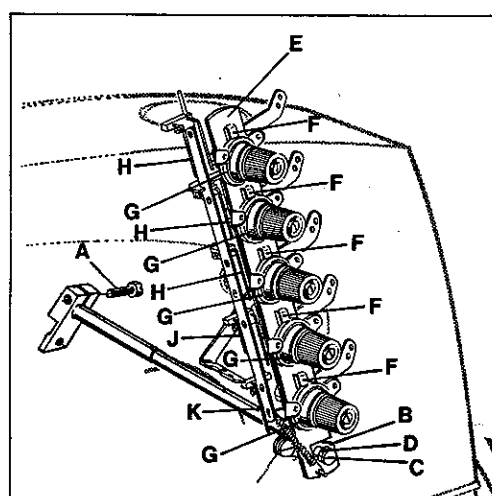

Fig. 60
5.1 Loosen screw (A, Fig. 60) in the tension release lever on the back of the machine and set lever (B) of tension release lever shaft horizontal. Retighten screw (A).
5.2 Loosen screw (C, Fig. 60) and set the tension disc separator (E) by turning eccentric (D) so that the separators (F) are as close as possible to the tension discs (G) without touching them. Retighten screw (C). The tension discs must open as soon as the cutting process starts. The tension disc separator should move freely between the tension discs without binding.
5.1 Lösen Sie die Schraube (A, Fig. 60) im Spannungsauslösehebel auf der Rückseite der Maschine und stellen Sie den Hebel (B) der Auslösestange für Fadenspannung waagrecht. Ziehen Sie die Schraube (A) wieder an.
5.2 Lösen Sie die Schraube (C, Fig. 60) und stellen Sie den Spannungsscheibentrenner (E) durch Drehen des Exzentrers (D) so, daß die Öffner (F) so dicht wie möglich an den Fadenspannungsscheiben (G) stehen, ohne diese zu berühren. Ziehen Sie die Schraube (C) wieder an. Die Fadenspannungsscheiben müssen bei Beginn des Schneidvorganges öffnen. Der Spannungsscheibentrenner (E) muß zwischen den Fadenspannungsscheiben (G) freigehten ohne zu klemmen.
5.3 The thread pull-off hooks (H, Fig. 60) for the needle threads control the length of the needle thread tails on garment after trimming. The higher the hooks are set, the shorter the needle thread tails will be. Set the thread pull-off hooks (H) so that with free needle thread tails immediately the next stitch is formed, when sewing starts and the visible thread ends on the top of fabric are as short as possible. Set the thread pull-off hook (J, Fig. 60) for the looper thread so that the thread is clamped securely when trimmed. Set the thread pull-off hook (K, Fig. 60) for the spreader thread so that a sufficient amount of thread is pulled-off for the pneumatic cover thread pull-off (see item 7).
5.3 Die Fadenabzugshaken (H, Fig. 60) für die Nadelfäden regeln die Länge der Nadelfadenenden am Nähgut nach dem Abschneiden. Je höher die Haken gestellt werden umso kürzer werden die Nadelfadenenden. Stellen Sie die Fadenabzugshaken (H) so, daß bei freien Nadelfadenenden bei Nähbeginn sofort der nächste Stich gebildet wird und nur kurze Fadenenden auf der Oberseite des Stoffes sichtbar sind. Stellen Sie den Fadenabzugshaken (J, Fig. 60) für den Greiferfaden so, daß der Faden beim Abschneiden sicher festgeklemmt wird. Stellen Sie den Fadenabzugshaken (K, Fig. 60) für den Legfaden so, daß genügend Faden für den pneumatischen Legfadenabzug abgezogen wird (siehe Punkt 7).